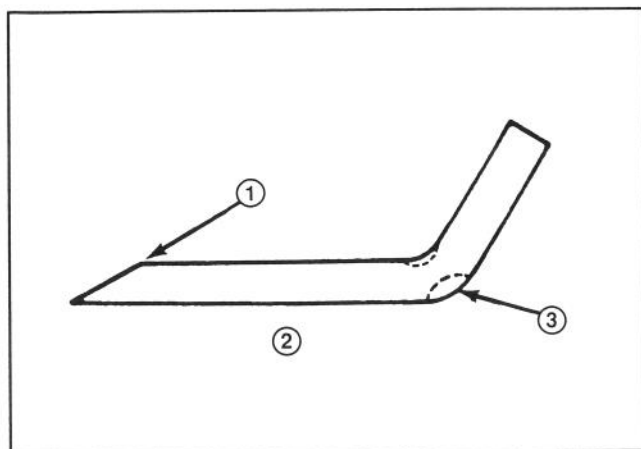

Figure 16
Vérifier la lame de coupe chaque fois que la machine est mise debout. Si le boulon retenant la lame est desserré, le serrer de 6,2 à 8,1 kg/m (61-81 Nm). Si la lame ou la courbure (Fig. 16) à l'extrémité de la lame est usée ou fêlée, remplacer la lame. La remplacer également si elle est tordue ou déséquilibrée. Toujours utiliser les véritables lames de rechange TORO, afin d'assurer la sécurité et une performance optimale. **NE JAMAIS UTILISER UNE LAME DE REMPLACEMENT WILL-FIT.**
7. À l'aide d'une lime, aiguiser le tranchant aux deux extrémités de la lame (Fig. 16).